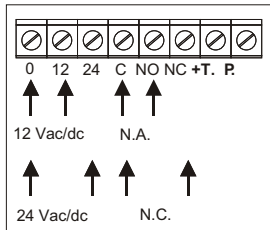
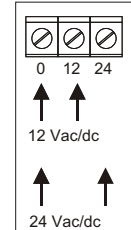
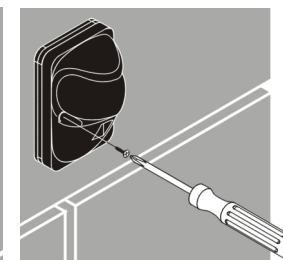

Fig. 8 / Bild. 8
Fig. 9 / Bild. 9
Fig. 14 / Bild. 14
- 6-Wenn die elektrischen Verbindungen (Bild 8 und 9)
Den Ausgangs-Kontakt (Bild 8) verbinden:
- 6 - Après avoir procédé au raccordement électrique (fig. 8 et 9) et aux réglages (fig. 7 et 10) fixer le capot à l'aide de la vis fournies (fig. 14).
Alimenter le récepteur (fig. 8) et l'émetteur (fig. 9):
Raccorder le contact de sortie (fig. 8):